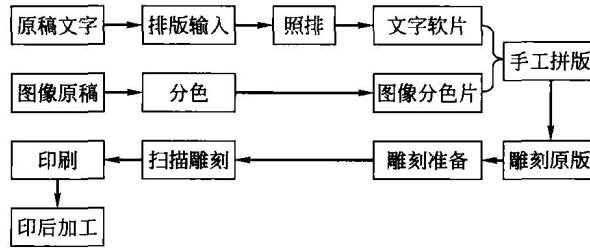
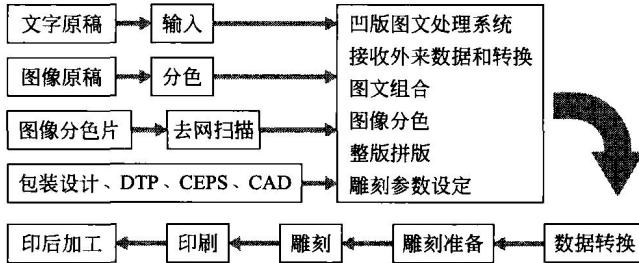

图 1-5 非数字电子雕刻凹版印刷工艺流程
图 1-6 数字电子雕刻凹版印刷工艺流程
(3) 电子雕刻凹版印刷工艺流程 这种工艺流程主要利用电子机械雕刻、激光雕刻、电子束雕刻等手段直接在凹版滚筒上雕刻出下凹的图文,并利用这种印版完成印刷。这种工艺流程又分为非数字电子雕刻凹版印刷工艺流程和数字式电子雕刻凹版印刷工艺流程两种。其印刷工艺流程分别如图 1-5、图 1-6 所示。